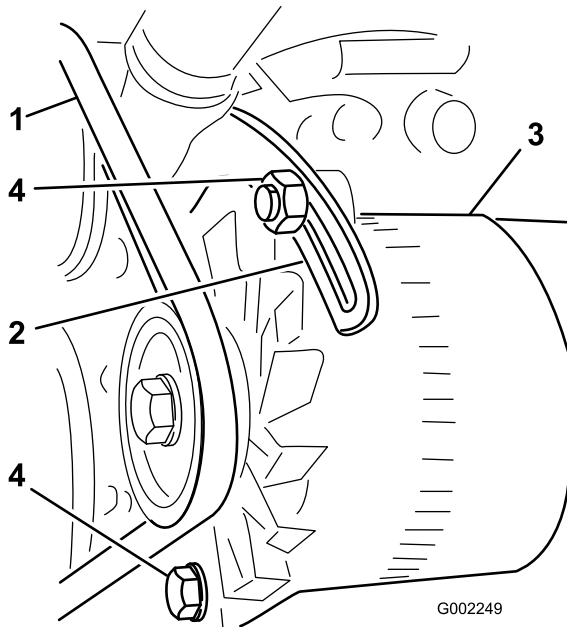

Bild 55
3. Lösen Sie die Schrauben, mit denen der Bügel am Motor befestigt ist, und die Schraube, mit der die Lichtmaschine am Bügel befestigt ist (Bild 55).